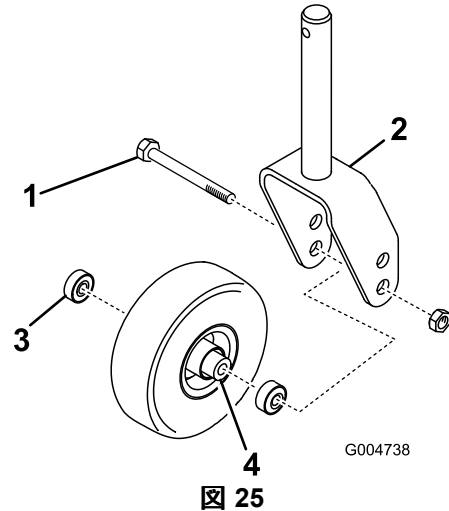

図 25
ナット(図 25)を外す。キャスタホイールをつかんでおいて、ボルトをフォークまたはピボットアームから抜き取る。
2. ホイールのハブからベアリングを外して、ベアリングスペーサを床に落とす 図 25。ホイールハブの反対側にあるベアリングを取る。